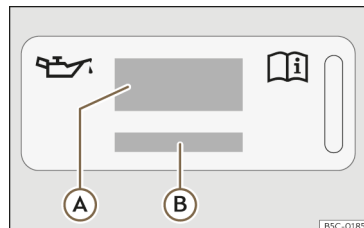
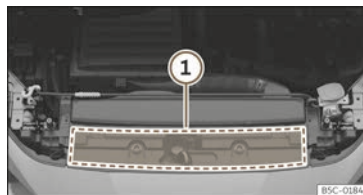

Abb. 232 Im Motorraum: Aufkleber mit Motoröl-Spezifikationen
Abb. 233 Im Motorraum: Position des Aufklebers mit Motoröl-Spezifikationen
Legende zur >>> (Abb. 232):
Wenn Motoröl nachgefüllt werden muss, verwenden Sie eines der auf dem Aufkleber angegebenen Motoröle >>> (Abb. 232). Der Aufkleber mit der vorgeschriebenen Motoröl-Norm befindet sich im vorderen Bereich des Motorraums >>> (Abb. 233) ①. Bei Verwendung des empfohlenen Motoröls kann das Motoröl so oft wie erforderlich nachgefüllt werden.
• Wenn der Aufkleber mit den Motoröl-Spezifikationen >>> (Abb. 232) fehlt, wenden Sie sich an einen Fachbetrieb.